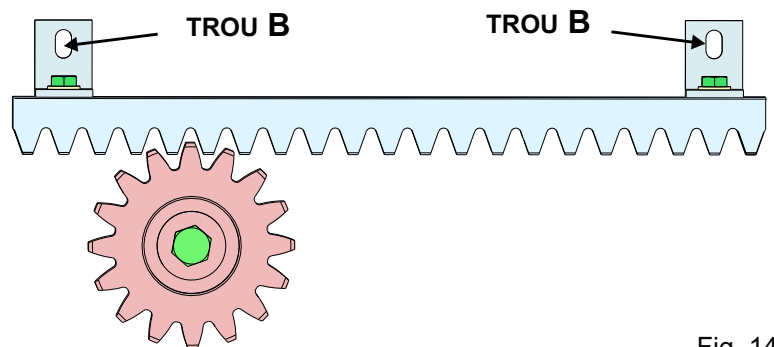

Fig. 14
- 7.3.** Placer l'élément de crémaillère sur le pignon - Fig. 14 - parallèlement au guide de coulissement au sol
**MAINTENIR UN JEU D'ENVIRON 1 mm ENTRE LE DENT DU PIGNON ET LE DENT DE LA CRÉMAILLÈRE POUR ÉVITER QUE LE POIDS DU PORTAIL REPOSE SUR LE PIGNON - FIG. 14**